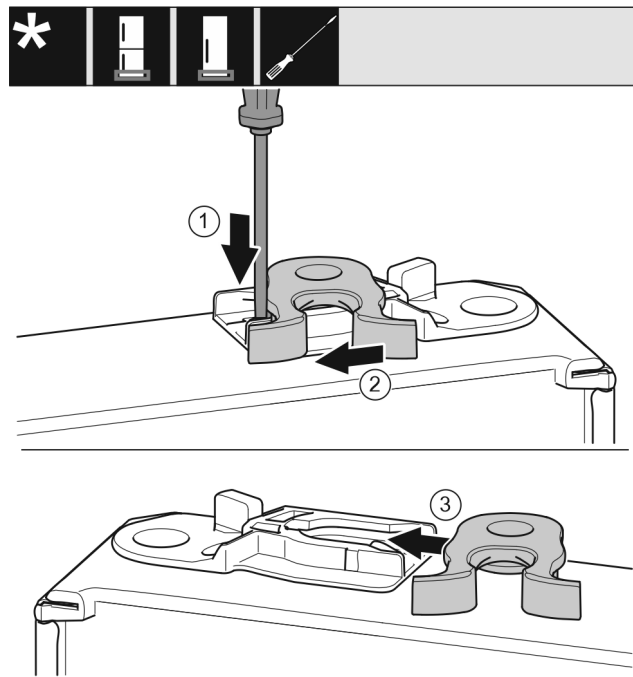

Fig. 24 *
- Potisnite spono Fig. 24 (1) navzdol s ploščatim izvijačem.*
- Povlecite zapiralni kavelj Fig. 24 (2) ven iz vodila.*
- Potisnite zapiralni kavelj Fig. 24 (3) na drugi strani v vodilo.*